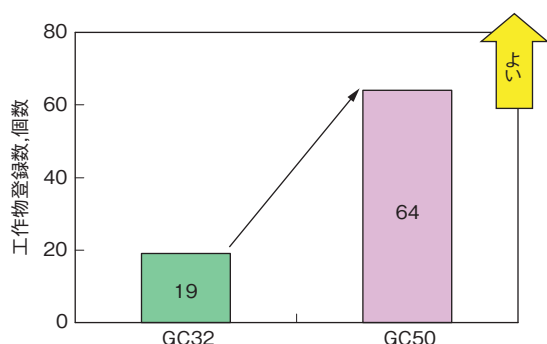

図2 データ記憶容量の拡大
- 3) 多種少量生産向けの汎用円筒研削盤では、より多くの工作物データの登録が必要になる。GC50では登録できる工作物数を最大64種(従来の3倍)とし、最大登録工程数を64種×30工程(従来の12倍以上)と拡張し、データ入替えの煩わしさを削減している(図2)。